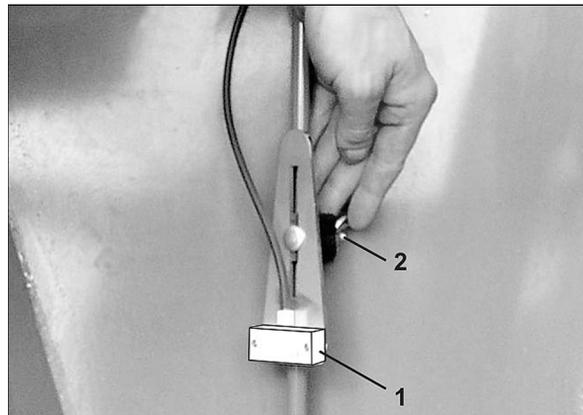

Fig. 81
2. Flügelmutter (Fig. 81/2) lösen.
3. Die Höhenlage des Füllstandssensor (Fig. 81/1) entsprechend der gewünschten Saatgutrestmenge einstellen.
4. Flügelmutter (Fig. 81/2) festziehen.
Den Füllstandssensor nur wie in Figur (Fig. 81) montieren!